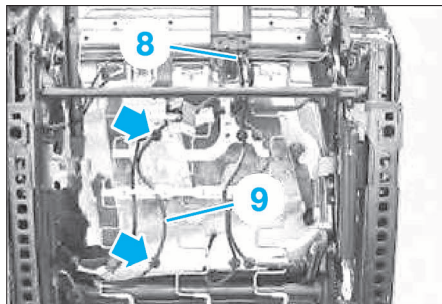

FIG. 12
- Déverrouiller et débrancher le connecteur (8) (Fig.12).